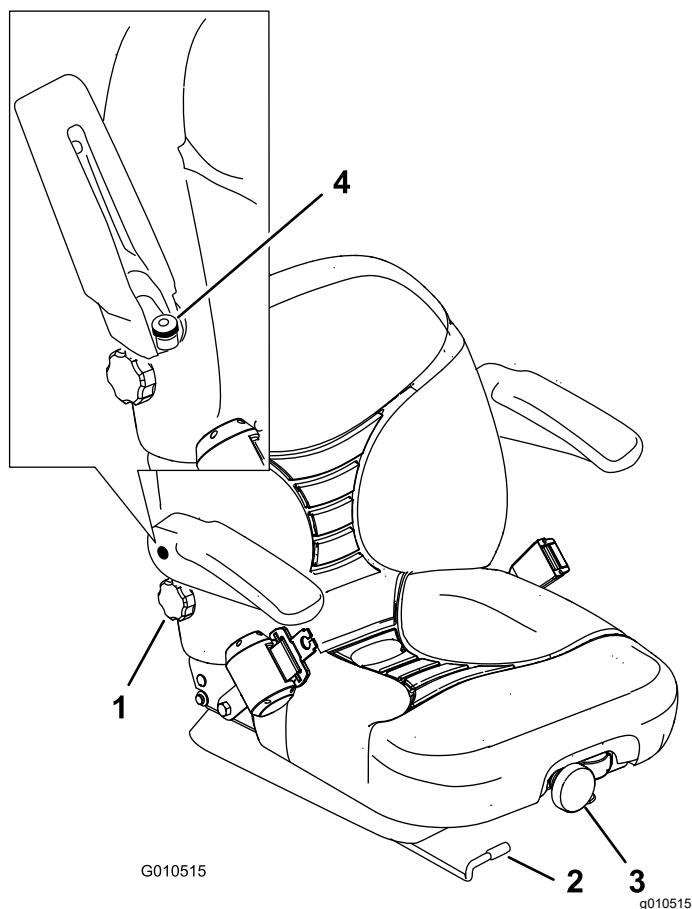

Figura 29
1. Mueva la palanca lateralmente para desbloquear el asiento (Figura 29).
Para ajustarlo, gire el pomo delantero en cualquier sentido hasta encontrar la posición más cómoda (Figura 29).
Para ajustarlo, gire el pomo situado debajo del reposabrazos derecho en cualquier sentido hasta encontrar la posición más cómoda (Figura 29).
Levante el reposabrazos y gire el pomo en cualquier sentido hasta encontrar la posición más cómoda (Figura 29).